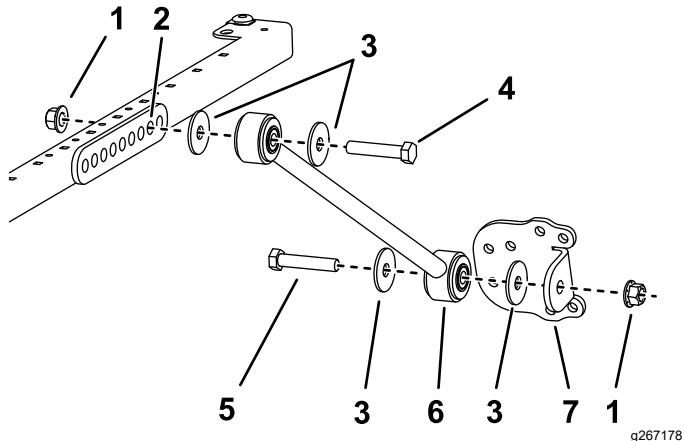

Figura 34
- Para os modelos 30446, 30446N, 30447 e 30447N em cada lado da estrutura do toldo, monte sem apertar completamente uma cinta no **segundo** furo do suporte de cinta com um parafuso ($\frac{1}{2}$ pol. x $2\frac{1}{2}$ pol.), anilha ($\frac{1}{2}$ pol.) e porca flangeada ($\frac{1}{2}$ pol.), como se mostra na Figura 34.